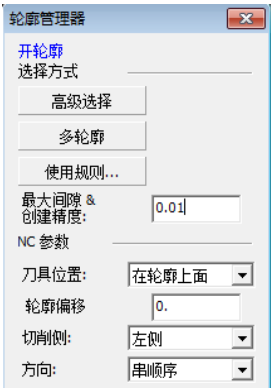
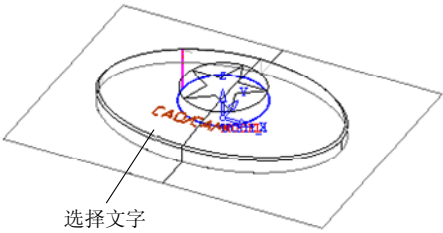

图 2-154 “轮廓管理器”对话框
图 2-155 选择轮廓
9) 选择轮廓。单击“轮廓”按钮，弹出“轮廓管理器”对话框，设置相关参数如图 2-154 所示；单击“多轮廓”按钮，然后选择图 2-155 所示的圆作为轮廓；单击鼠标中键确认完成轮廓选择，返回程序对话框。